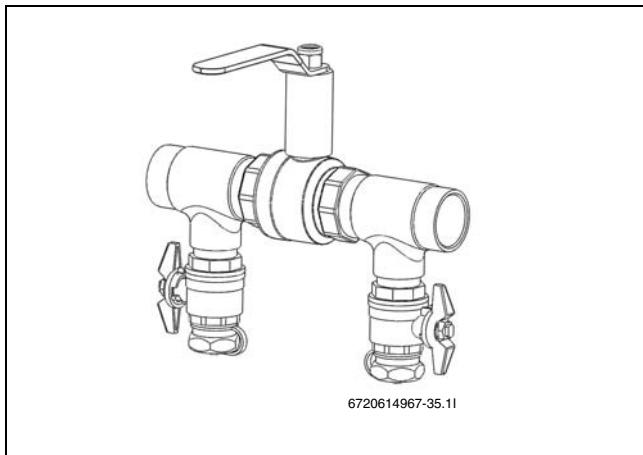

Bild 18 Befülleinrichtung in Befüllposition
- Ventile der Befülleinrichtung auf die Befüllposition stellen (→ Bild 18).